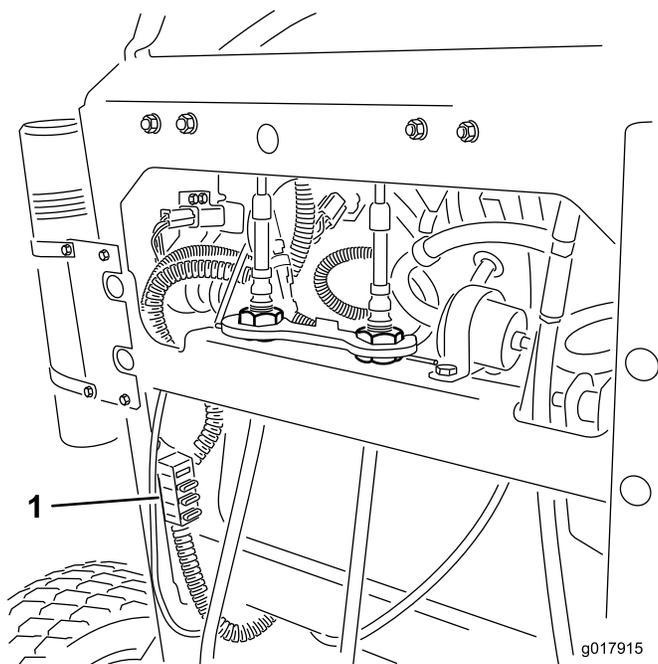

Figure 52
2. Tirez le fusible pour le sortir ou le remplacer (Figure 52).
**Remarque:** Veillez à utiliser un fusible du bon calibre Figure 52.